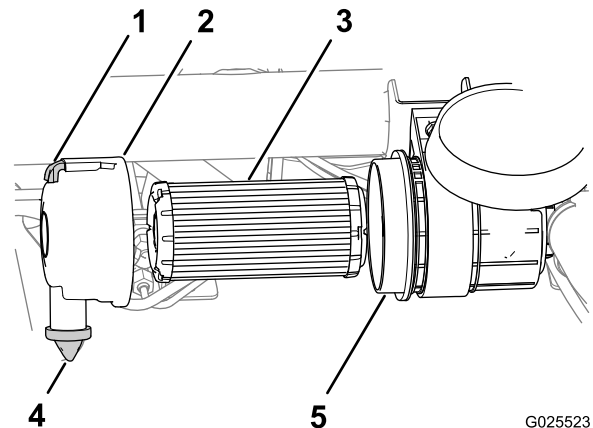

Bild 40
1. Ziehen Sie den Riegel nach außen und drehen Sie die Luftfilterabdeckung nach links (Bild 40).
3. Nehmen Sie den Luftfilter vom Gehäuse ab (Bild 40).
4. Wischen Sie die Innenseite der Luftfilterabdeckung und des Luftfiltergehäuses ab (Bild 40).
5. Nehmen Sie das Staubventil aus Gummi von der Abdeckung ab (Bild 40).
6. Reinigen Sie den Schmutzauswurfanschluss in der Luftfilterabdeckung, den Hohlraum des Staubventils und ersetzen Sie das Schmutzventil (Bild 40).
8. Setzen Sie den neuen Luftfilter ein. Drücken Sie auf den äußeren Rand des Filters, um ihn im Luftfiltergehäuse zu platzieren (Bild 40).
9. Fluchten Sie die Luftfilterabdeckung mit dem Staubventil an der 6-Uhr-Stellung aus (vom linken Ende der Abdeckung gesehen) (Bild 40).
10. Befestigen Sie den Riegel der Luftfilterabdeckung (Bild 40).